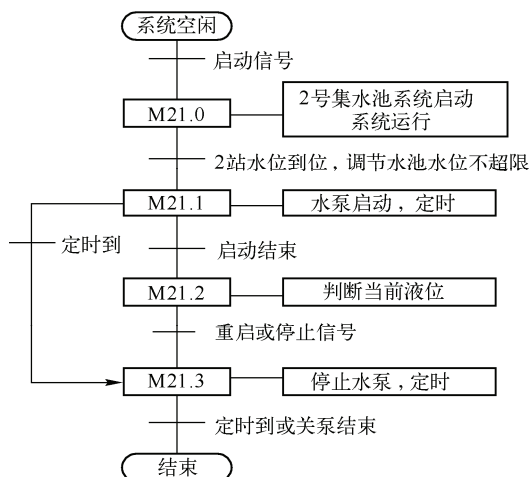

图 17-7 二站集水池控制程序流程图
2) 二站集水池。二站集水池控制程序流程如图 17-7 所示。